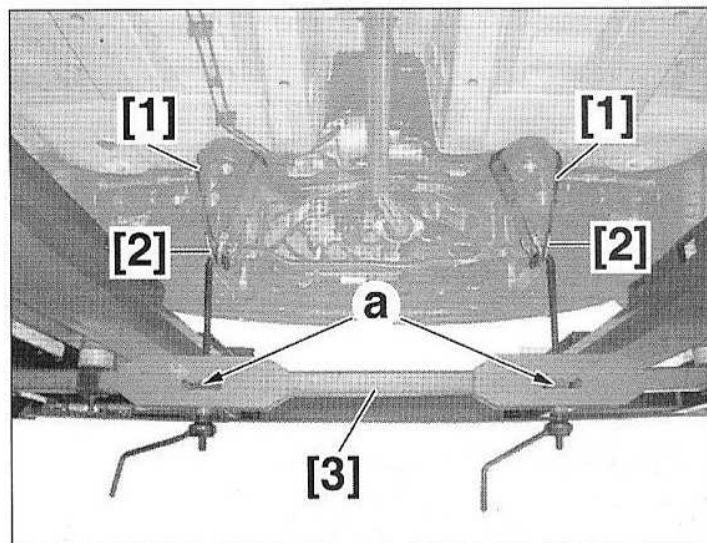

FIG.1
- Placer les outils [1] et [2] autour des extrémités du berceau (Fig.1).